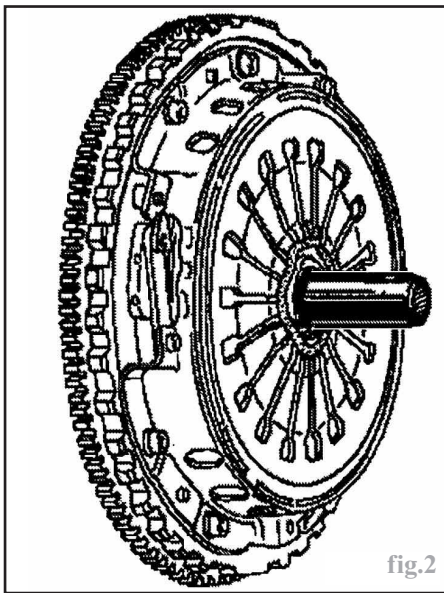

fig.2
- Centrer le disque d'embrayage à l'aide d'un manchon de centrage approprié ou de l'outil **Emb. 1518** (fig.2).